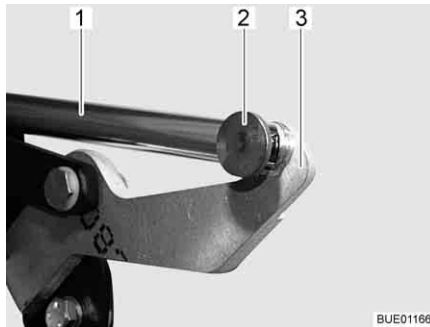

Bild 132 Drivning
- Ta bort förbindelsen (t. ex. sprinten och stiftet) (Bild 132,2) mellan skjutstången (Bild 132,1) och armen (Bild 132,3).